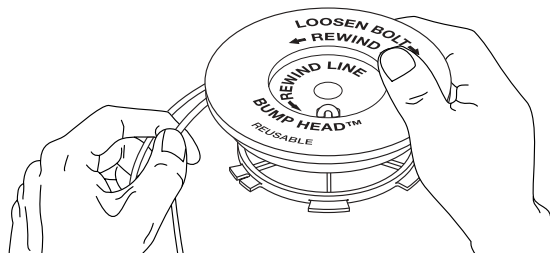

Fig. 32
7. Bobine las líneas en capas parejas y ajustadas sobre el carrete (Fig. 32). Bobine la línea en la dirección indicada en el carrete interior. Coloque su dedo índice entre las dos líneas para evitar que se superpongan. No superponga los extremos de la línea. Proceda al paso 11.